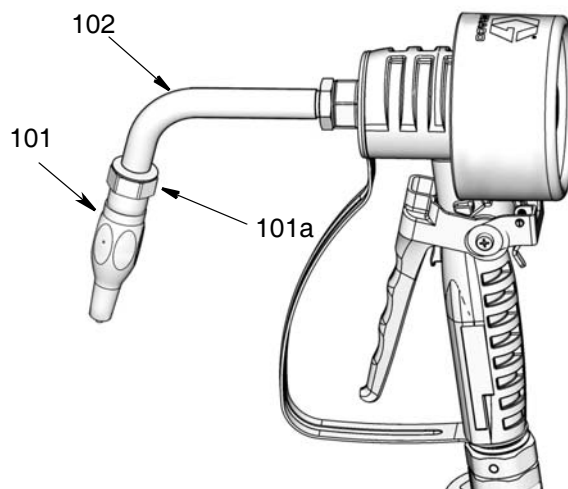

FIG. 7
- Vissez la buse (101) sur la rallonge (102) comme montré sur la FIG. 7.
- Utilisez une clé à molette à extrémité ouverte sur les méplats de la douille de la buse (101a) (FIG. 7) pour serrer le raccord.